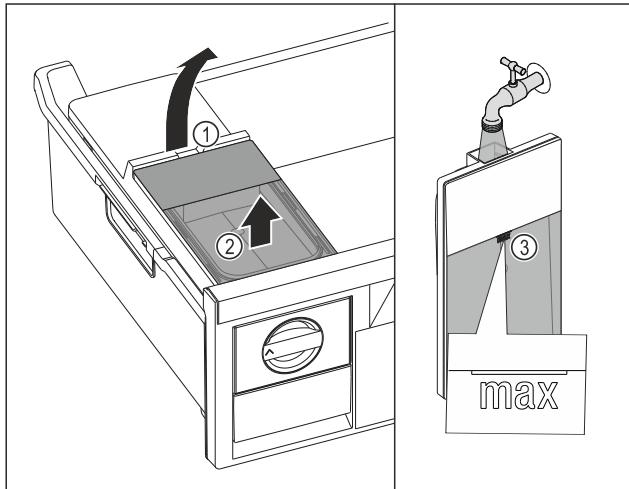

Fig. 126
- Підняти бак для води за заглиблення Fig. 126 (1).
- Вийняти бак для води рухом вгору. Fig. 126 (2)
- Наповнити бак для води питною водою до позначки Fig. 126 (3).